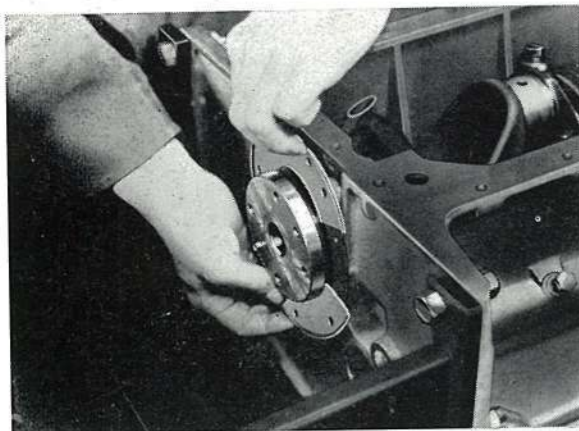

FIG. 27
1. Enlever les deux plaques de retenue du joint d'étanchéité à l'arrière du moteur (fig. 27) chacune d'elles est fixée par quatre vis.